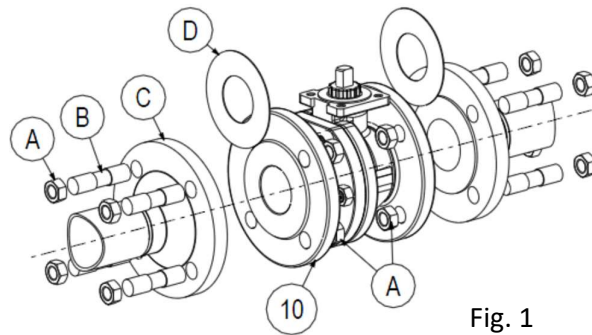

Fig. 1
- 1) Desserrer les écrous (A) et retirer les tiges filetées (B).
- 2) Extraire les deux joints de bride (D) (Fig. 1).